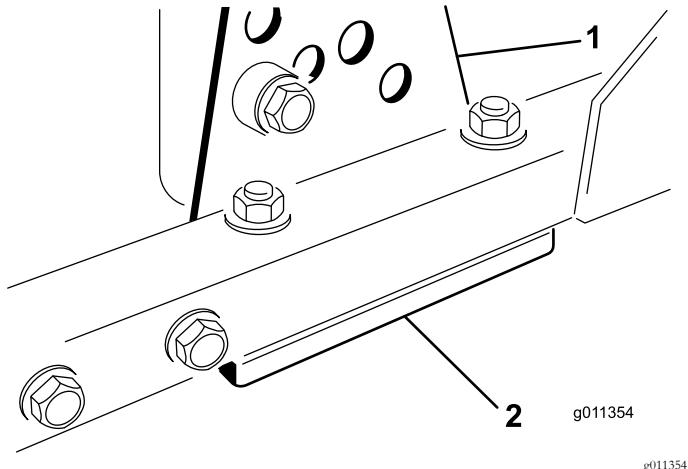

图73
1. 从刀盘架上拆除剪草高度支架前、左或右 (图73)。
2. 在刀盘架与剪草高度支架之间增、减 1.5mm 薄垫片和 / 或 0.7mm 薄垫片以达到所需的高度设置 (图73)。